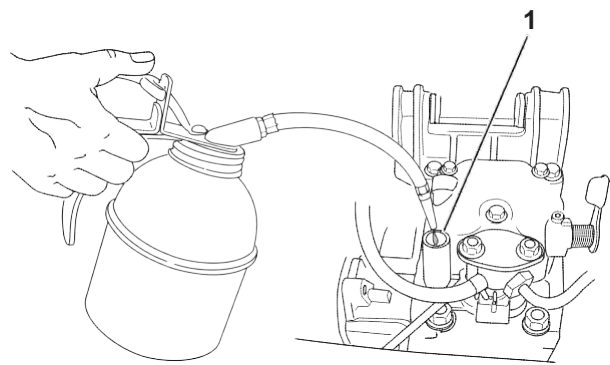

Figura 2
- (b) Aggiungere 2 cc di olio motore alla porta olio (**Figura 2, (1)**).